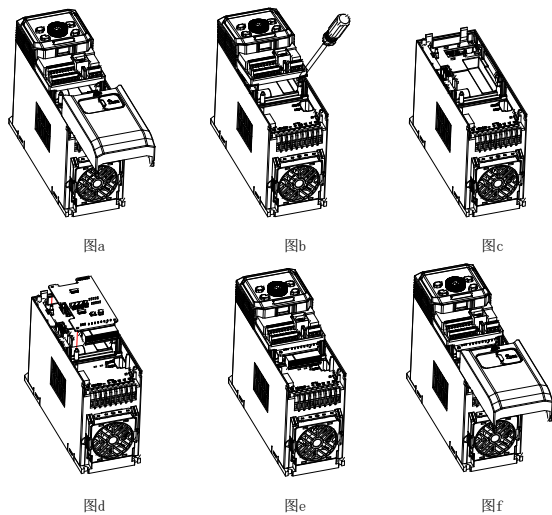

图 3 位置 1 PG 卡安装步骤图
- （1）变频器非上电状态下，按下下盖板上上部颗粒状处，用力向下滑动，取下变频器下盖板，如图 3-a 所示。
- （2）用小一字螺丝刀向外撬开变频器控制盒下部与变频器连接的两个卡勾，向上取下控制盒，如图 3-b 与图 3-c 所示。
- （3）安装 PG 卡：先将 PG 卡的端子台朝下，接着将 PG 卡上的三个圆孔对准定位柱后下压，让四个卡勾卡住 PG 卡，如图 3-d 所示。
- （3）完成组装，先把控制盒按图示方向扣入卡勾，再往下按压控制盒，使得其下端卡入卡勾，最后安装下盖板，用力滑入并卡住，如图 3-e 与 f 所示。